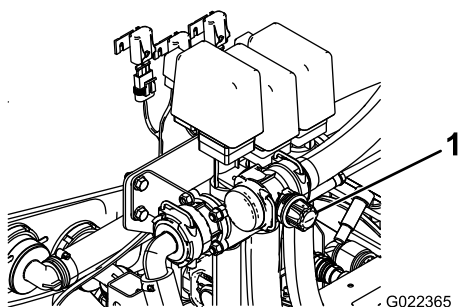

図 39
9. 攪拌バルブの背面についている攪拌バイパスバルブ 図 39 を使って、水圧計の読みが 7 kg/cm² になるように調整する。